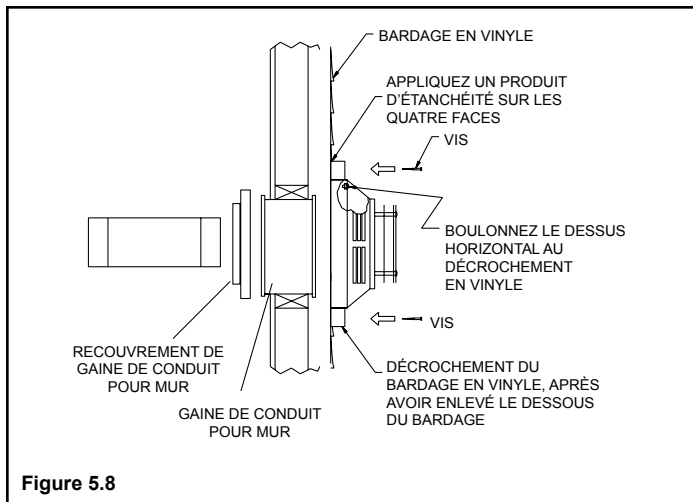

Figure 5.8
**REMARQUE:** Si vous installez le couvercle de terminaison HHW2, le tuyau sera décalé du centre sur le solin). Les dégagements par rapport aux matériaux combustibles doivent être corrects. Si vous utilisez un couvercle de terminaison agréé autre que le HHW2 sur un bâtiment au parement de vinyle, un écarteur de parement de vinyle doit être installé entre le couvercle de la bouche et le mur extérieur (**Figure 5.8**, à la page suivante). Attachez le parement de vinyle au couvercle de terminaison horizontale. Ces écarteurs empêchent un chauffage excessif du bardage en vinyle et de fondre le vinyle. Le couvercle de terminaison de la bouchene doit pas être encastré dans un mur ou un parement. Enlever le bardage de lazone où l' écarteur sera positionné.